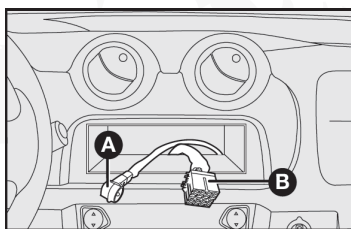

fig. 77
- Cable y conexión para la alimentación del radio A-fig. 77.
- Cable y conexión para antena de toldo B-fig. 77.
- Cables para las bocinas y tweeters B-fig. 77.
- Cable y conexión para la alimentación del radio B-fig. 77.
- Cable y conexión para bocinas delanteras y traseras B-fig. 77.